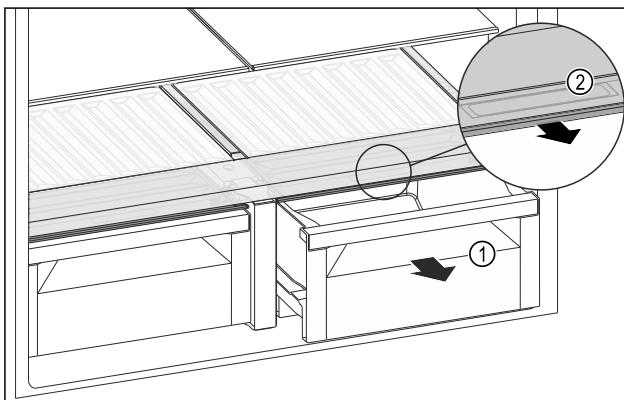

Fig. 137
- ▶ Изтеглете чекмеджето Fig. 137 (1).
- ▶ Хванете вдълбнатия захват Fig. 137 (2) на капака на отделението и едновременно с това издърпайте напред капака на отделението.